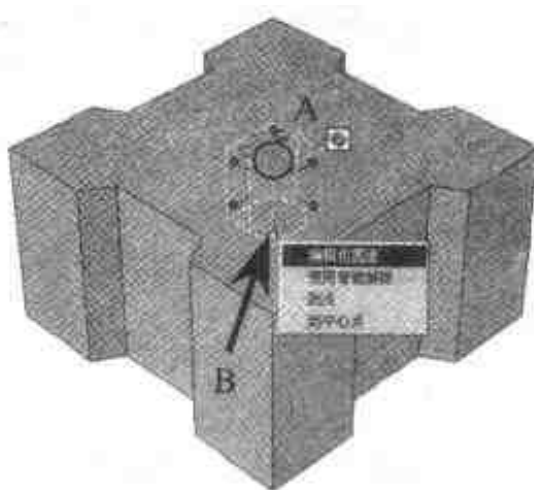

图 3.68 添加【孔类圆柱体】图素
- (7) 从右侧【图素】设计元素库中拖出一个【孔类圆柱体】智能图素,拖向实体的中心点,如图 3.68 A 所示,右击孔类圆柱体的手柄(B),选择【编辑包围盒】命令,将长度和宽度改为 24.5,高度改为 7,单击【确定】按钮。